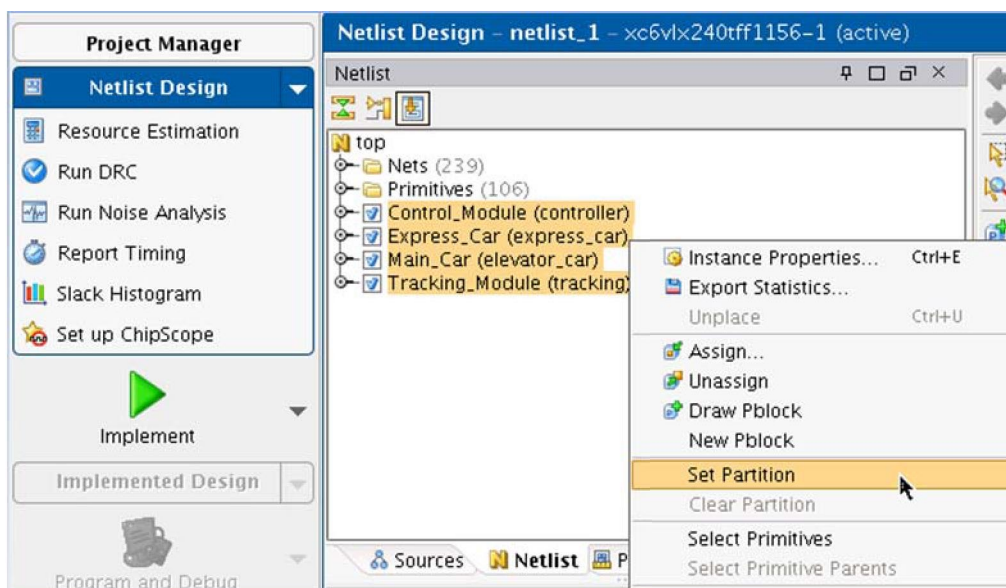

図 10 : PlanAhead でのパーティション設定
3. パーティションを設定するモジュール インスタンスを選択して右クリックし、[Set Partition] をクリックします (図 10)。